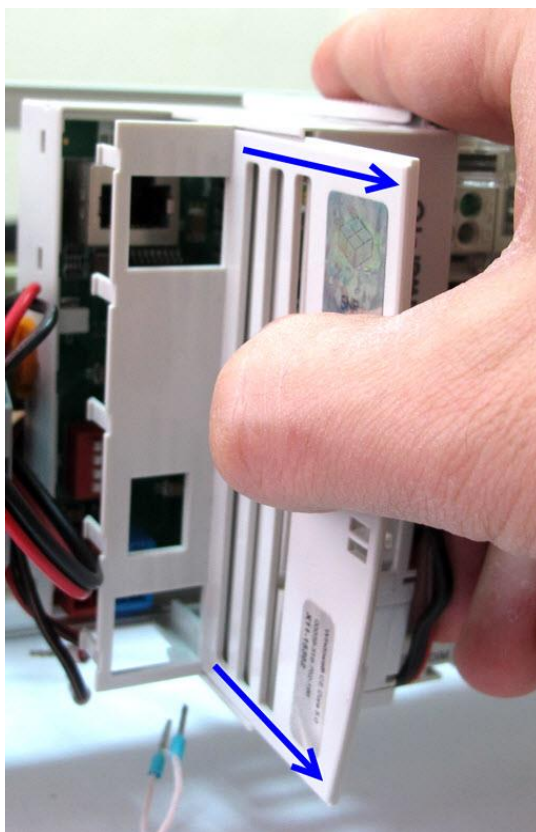

Рис. 5.6 Извлечение боковой крышки
5. Выдвиньте и извлеките боковую крышку, как показано на Рис. 5.6.